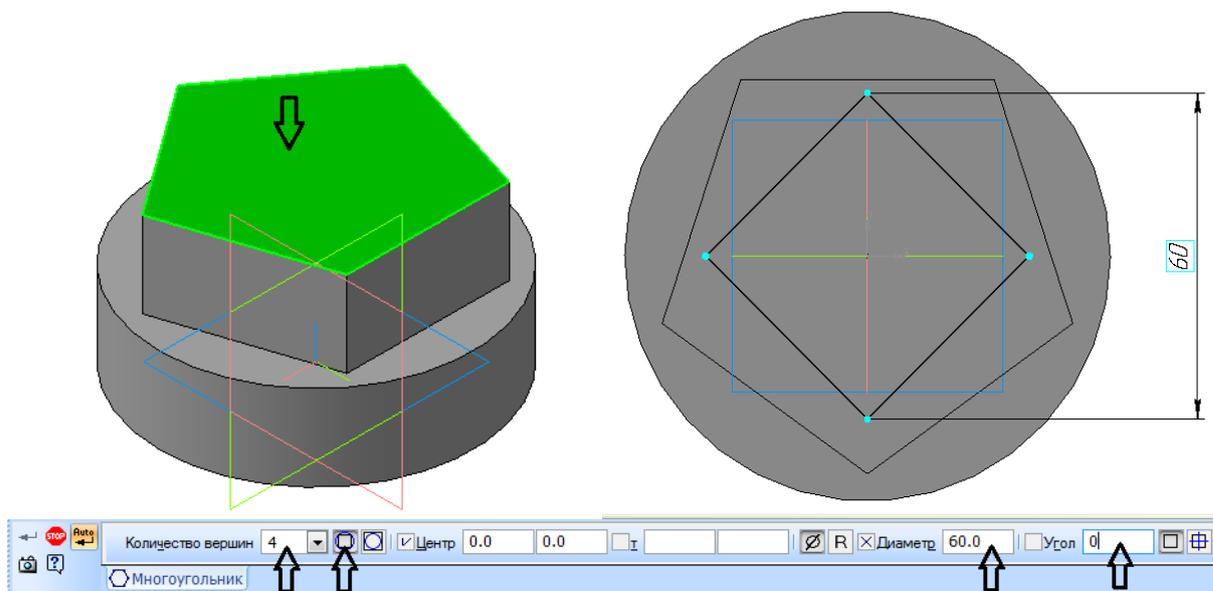

Рисунок 30.
9. На компактной панели **Геометрия** выберите команду **Многоугольник** (находится под кнопкой прямоугольника). Задайте количество вершин «4», по описанной окружности,  $\varnothing 60\text{мм}$ , угол **0 градусов**[Enter], зафиксируйте в центре пятиугольника (рисунок 30).